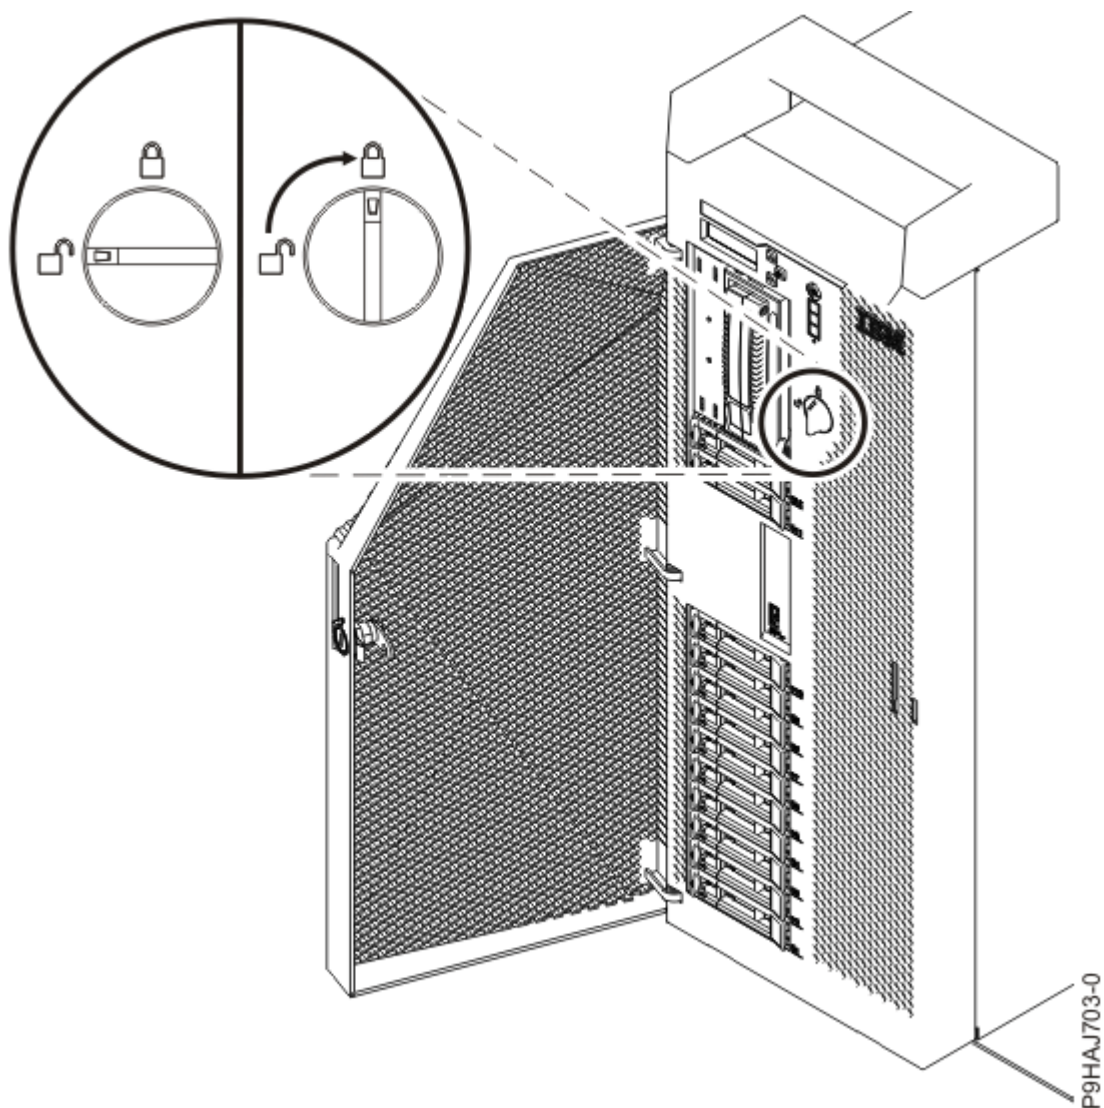

Figure 136. Fermeture du loquet de couvercle avant
- d) Tournez le loquet du couvercle vers la droite (dans le sens des aiguilles d'une montre) afin de verrouiller le couvercle. comme illustré dans la Figure 136, à la page 143.